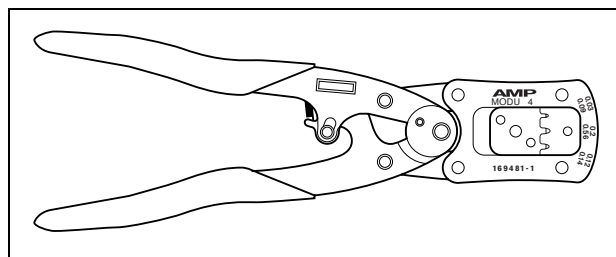

Abb. 18.15: Tyco-Zange AMP Modu 4 169481-1
- Tyco-Zange AMP Modu 4 169481-1 (siehe Abb. 18.15)